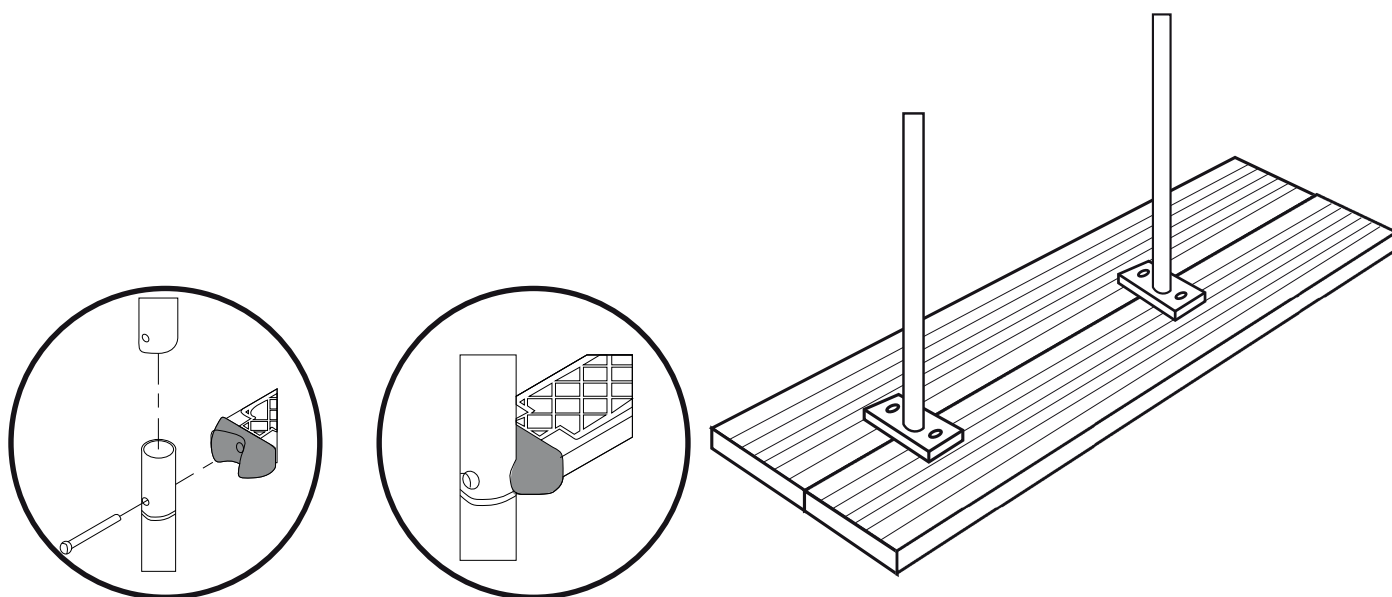

Fig. 21
A.- Una assemble os corrimãos superior (1) e inferior (10) por encaixe, fixando-os juntos com os degraus (9), e estes ao corrimão com os parafusos (11), porcas (8) e arruelas (7) correspondentes. (Fig.21) **B.-** Instale os batentes (12) no corrimão para evitar danos à piscina. **C.-** Depois de montar a escada, posicione-a na piscina e faça quatro furos Ø9mm usando a chapa como guia. **D.-** Fixe a contra-chapa (6) com os parafusos (3), arruelas (4,7) e porcas (8), utilizando a chave 12-13. (Fig.22). **E.-** Coloque as tampas de acabamento (2).